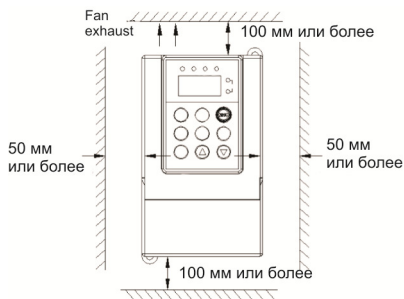

Рис. 3-1 Пространство установки
(1) Инвертор устанавливается вертикально, горизонтальная установка серьезно влияет на отвод тепла, и инвертор должен использоваться с меньшей мощностью.
(2) Требования к минимальному пространству для установки и к расстояниям представлены на рис. 3-1.